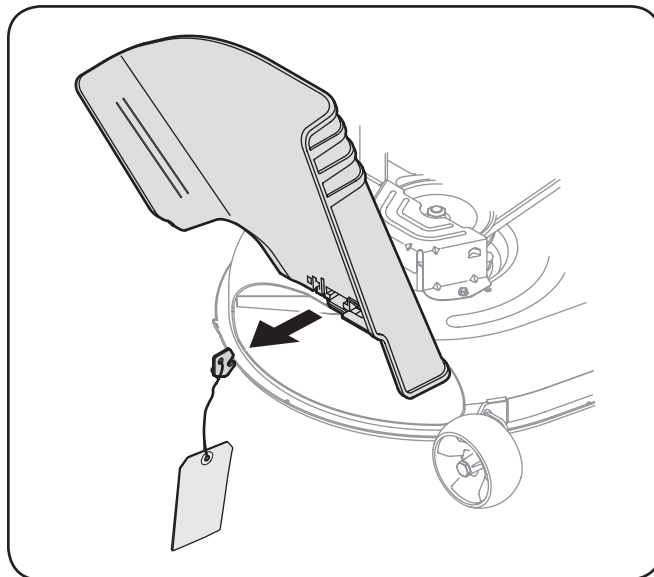

Figura 3-2
- Localice la traba de seguridad utilizada en el envío, en caso de haber, y la etiqueta de advertencia respectiva del lado derecho de la cortadora de césped, entre el canal de descarga y la plataforma de corte. Vea la Figura 3-2.